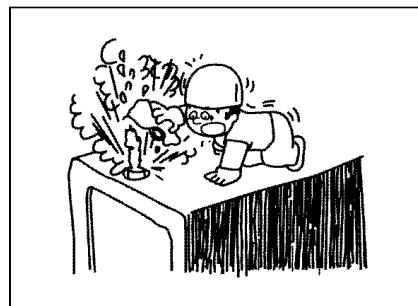

Рис. 2-10
- При ремонте и уходе машина остается грязной, то трудно заметить место с неисправностью, что может приводить к попаданию грязи или илы на машине в глаза или при наличии грязи на машине имеет опасность спада и ранения. (Рис.2-10)